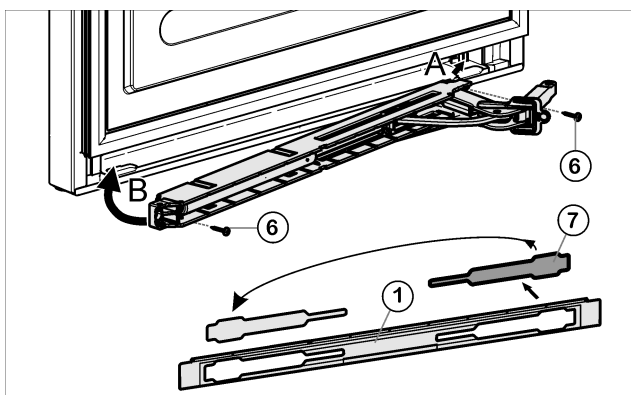

Fig. 12
- ▶ Løsne dekselet *Fig. 12 (7)* fra panelet *Fig. 12 (1)* og sett det på igjen på den andre siden.
- ▶ Hekt på lukkedemperenheten (A) med leddet mot hengselsiden og sving den på (B).
- ▶ Skru fast lukkedemperenheten (2 ganger torx 15) *Fig. 12 (6)*.